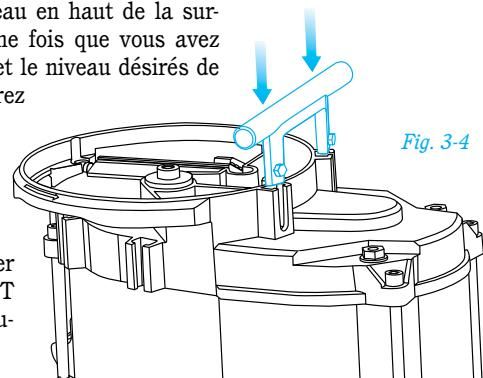

Fig. 3-4
- 7. Installez l'appui d'outil supérieur.** Pour installer l'appui d'outil supérieur, retirez-le d'abord de son emballage et trouvez les 2 vis moletées fournies pour monter l'appui d'outil. Faites simplement glisser l'appui d'outil dans les rainures en T sur le dessus de l'unité. **Voir la fig. 3-4.** Vissez les attaches fournies dans les trous taraudés dans l'appui d'outil. Assurez-vous que l'appui d'outil est de niveau en plaçant un niveau en haut de la surface de l'appui. Une fois que vous avez trouvé la hauteur et le niveau désirés de l'appui d'outil, serrez les 2 vis moletées. Ne serrez pas trop ces 2 vis car vous risqueriez de forcer et/ou d'endommager les rainures en T dans le moulage supérieur.